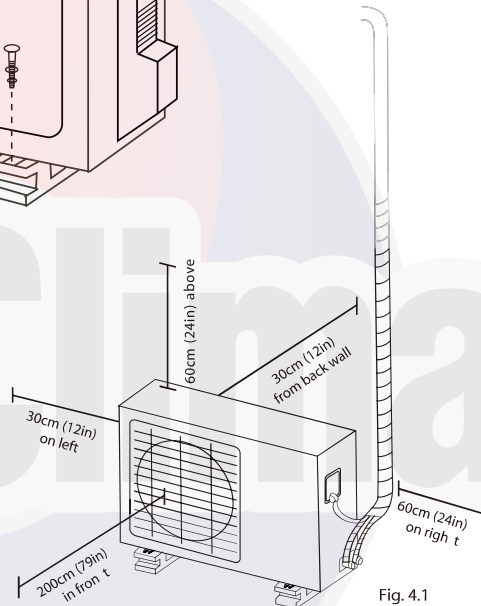

Fig. 4.1
- ☑ Cumplen todos los requisitos de espacio demostrados en los Requisitos de Espacio de Instalación (Fig. 4.1).